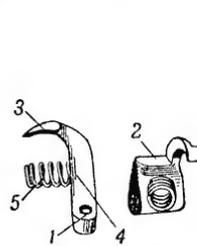

Рис. 33. Автоматический спуск:
34. Автоматический спуск (рис. 33) служит для предохранения спуска курка с боевого взвода при не закрытом затворе. Он имеет: отверстие для оси; выступ для соединения с курком; прилив для разобщителя автоматического спуска; гнездо для упора пружины автопуска.